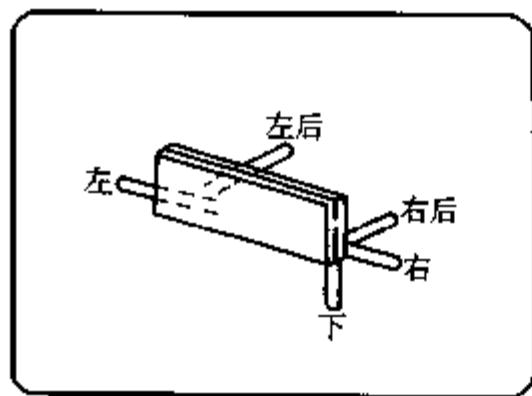
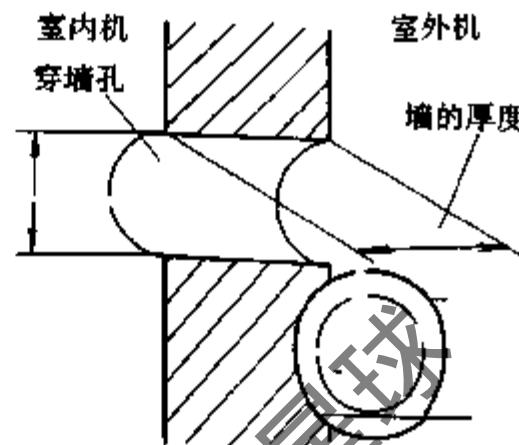

图 7-12 室内机管子定向
图 7-13 穿墙孔剖面图
(1) 打穿墙孔时,应首先确定好室内机挂墙的位置,再确定打穿墙孔的位置。穿墙孔的上端面应低于连接管出口直径的 $1/2$ 。
(2) 室内机连接管可以从机器的左、右、左后方、右后方引出。在墙壁上打孔时,穿墙孔应内高外低。墙孔的室外侧应略向下 $0.2\sim0.5\text{cm}$ 。见图 7-12、图 7-13。